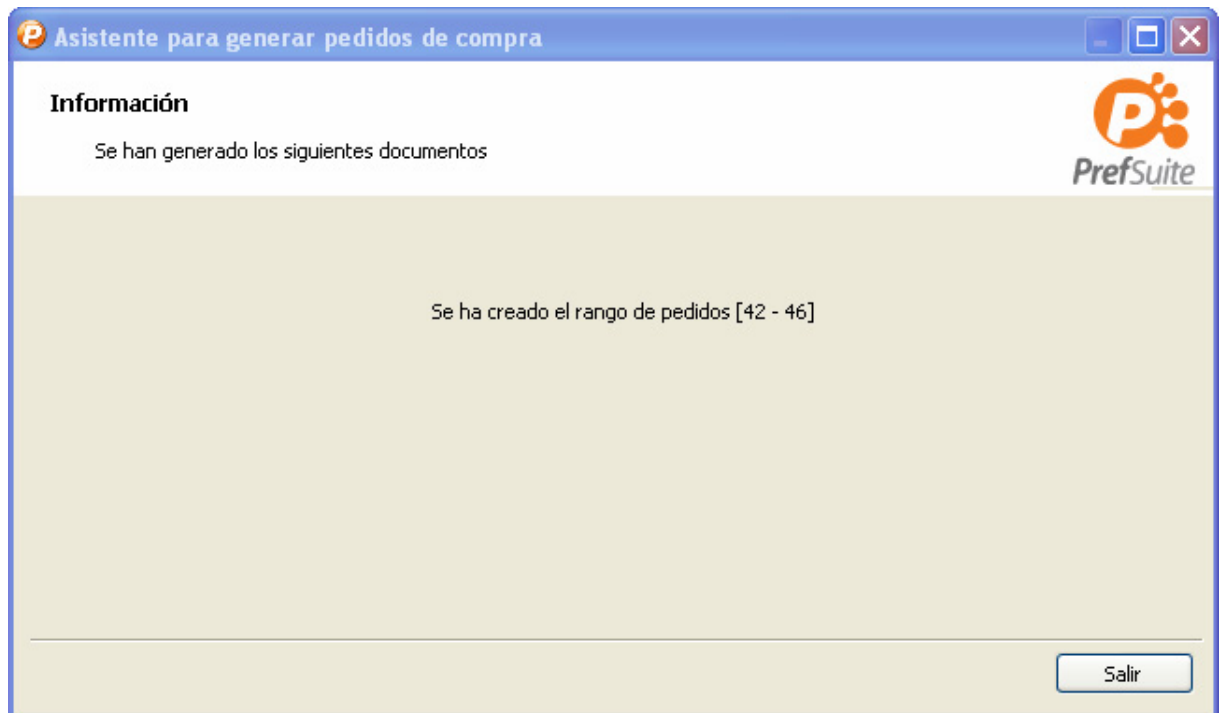

Figura 7. Asistente para generar pedidos de compra. Información
- Al pulsar **Terminar** se crean los pedidos y aparece la pantalla de la figura 7, esta pantalla nos indica los números de pedido que se han creado.